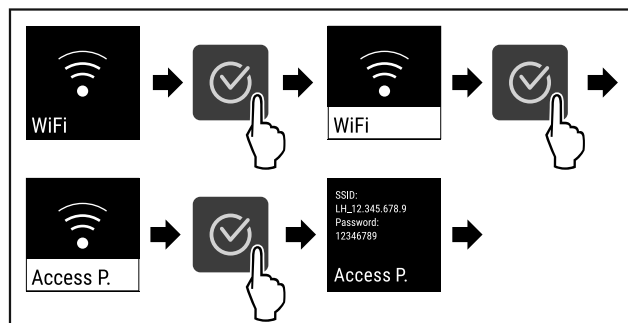

Fig. 85
- ▶ Genomför stegen (se Fig. 85).